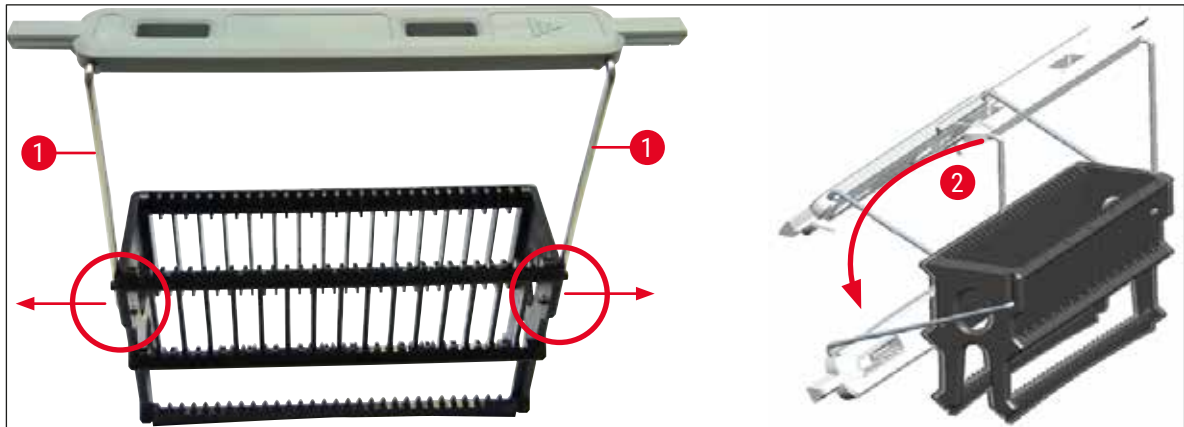

Abb. 69
- Auf den korrekten Sitz des Bügels in der oberen Position mittig über dem Objektträgerhalter achten (→ Abb. 69)